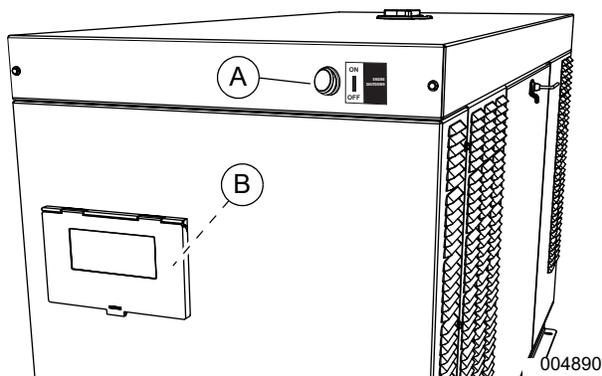

Figura 3-6. Interruptores de desconexión auxiliar
2. Coloque el disyuntor de la línea principal (MLCB) (desconexión del generador) en la posición OFF (ABIERTO) (B).
3. Compruebe que ambos interruptores de desconexión auxiliar están en la posición ON (I). Consulte la Figura 3-6 para ver las ubicaciones.
4. Pulse MANUAL en el panel de control (C) para arrancar el motor. Se ilumina un LED azul para confirmar que el sistema está en modo MANUAL.
Consulte la Figura 3-6. Los generadores de 15 kW y superiores incluyen dos interruptores de desconexión auxiliar. Un interruptor de desconexión auxiliar (A) está ubicado en el techo del generador por encima y a la derecha de la ventana de visualización. El segundo interruptor de desconexión auxiliar (B) está dentro del gabinete del panel de control.
Consulte la Figura 4-1. El panel de control está situado detrás de la ventana de visualización en la parte trasera de la unidad. Consulte la Figura 3-5 y la Figura 3-6.